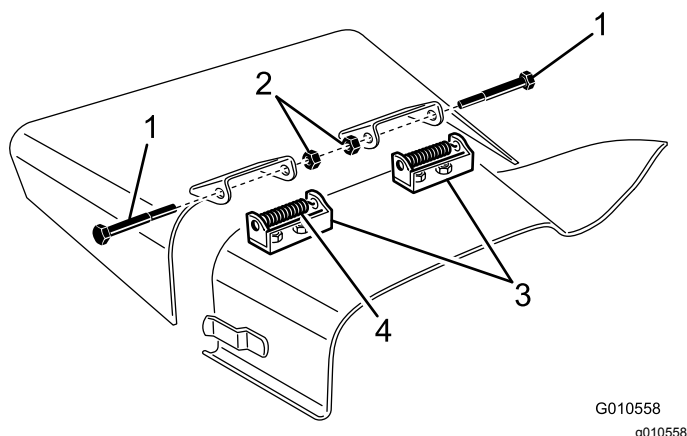

図 31
4. デフレクタマウントをピボットブラケットに固定しているキャップスクリュー、ロックナット、スプリングを外す(図 31)。
- ピボットブラケットを外すには、キャリッジボルトとナットを外す 図 31。